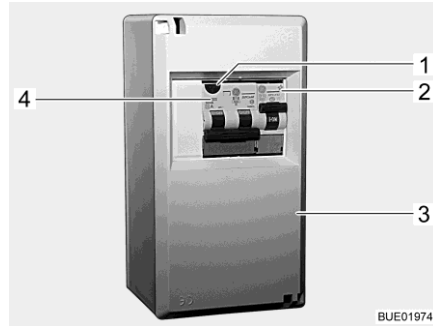

Fig. 200 Caja de fusibles de 230 V
Un interruptor de corriente de defecto / de protección de línea combinado (Fig. 200,4) en la caja de fusibles (Fig. 200,3) protege al vehículo completo de corrientes de defecto (0,03 A).
En los vehículos con equipamiento especial (p. ej. la instalación de aire acondicionado), un interruptor de protección de línea adicional (10 A) (Fig. 200,2) protegerá el aparato.
- Si el vehículo está conectado a la alimentación de 230 V, pulsar la tecla de prueba (Fig. 200,1). El interruptor de corriente de defecto debe disparar.